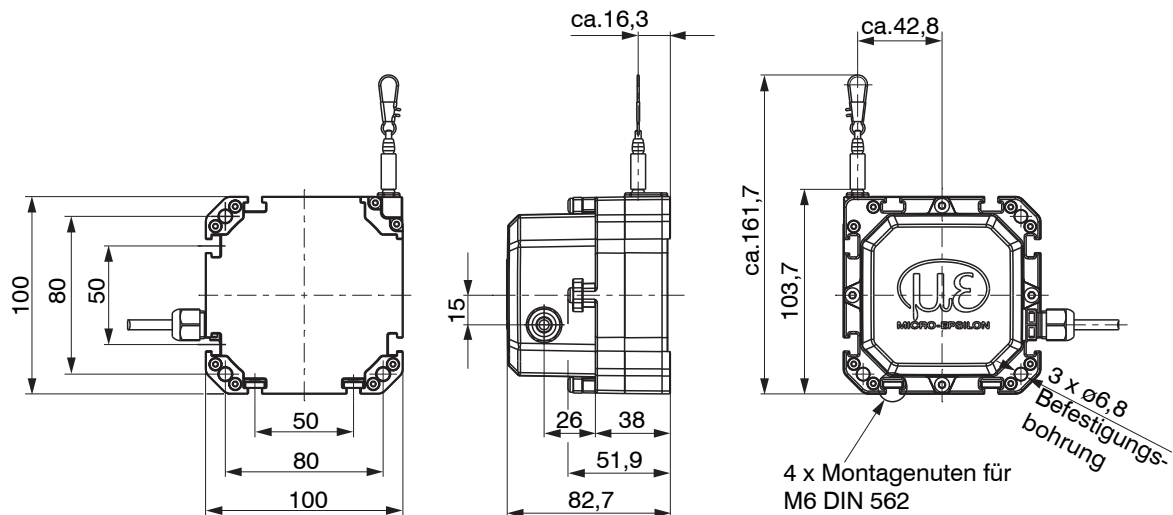
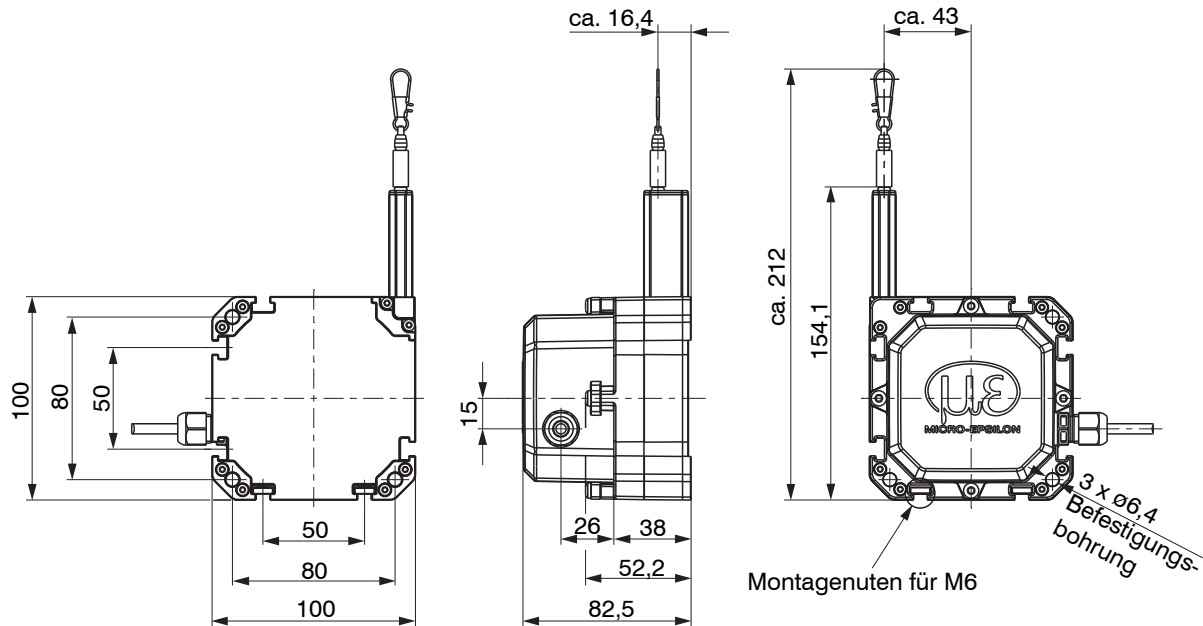

Abb. 2 Maßzeichnung WPS-1500-K100, WPS-2500-K100 mit integriertem Kabel, radial, Länge 1 m, Abmessungen in mm
Abb. 3 Maßzeichnung WPS-3500-K100, WPS-5000-K100, WPS-8000-K100 mit integriertem Kabel, radial, Länge 1 m, Abmessungen in mm
- ➡ Montieren Sie den Sensor entweder mit M6 Schrauben (Durchgangsbohrung) oder mit Nutensteinen (Montagenuten) gemäß den Angaben folgender Tabelle und gemäß folgender Abbildungen, siehe Abb. 2, siehe Abb. 3.